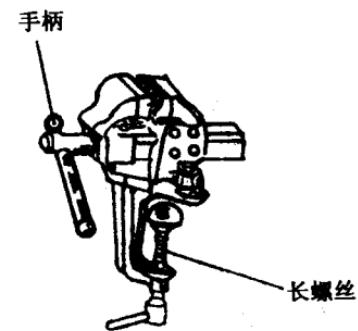

图 1-3 桌虎钳
(2) 桌虎钳：适用于小型工件的加工。使用时，将长螺丝固定在工作台上，转动手柄可把工件夹紧或松开，其结构见图 1-3。